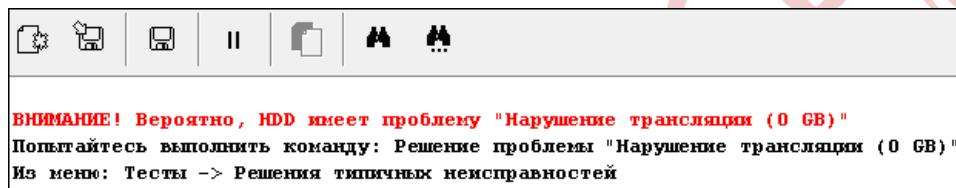
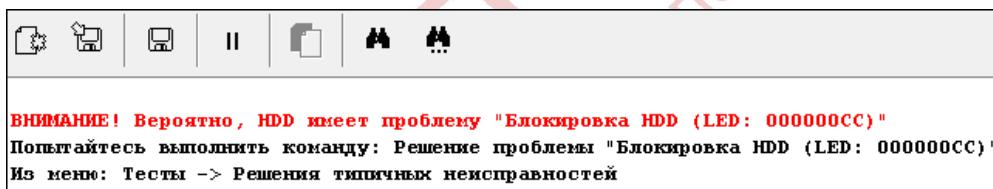

Рис. 4.3.
Рис. 4.4.
**Внимание!** При запуске утилита в автоматическом режиме выдаёт рекомендации по разрешению проблем, связанных с HDD (Рис. 4.3, Рис. 4.4). Подробнее об автоматических режимах обработки неисправностей сммотрите в Главе 5.